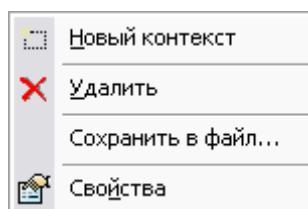

Рис. 95
Работа с контекстами ведется посредством контекстного меню, вызываемого нажатием правой кнопки мыши на контекст в окне контекстов (Рис. 95).
1. Выберите пункт меню **Новый контекст** (Рис. 95).
С контекстами можно проделывать следующие операции (Рис. 95):